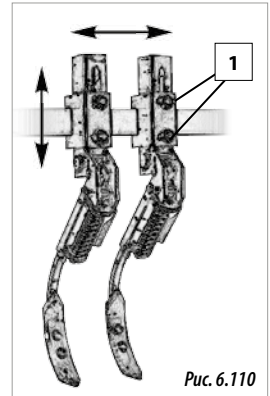

Рис. 6.110
- 1- Ослабить крепежные гайки (1, рис. 6.110).
- 3- Зафиксировать положение с помощью гаек (1, рис. 6.110).
ОТРЕГУЛИРОВАТЬ СЛЕДОРЫХЛИТЕЛИ ГОРИЗОНТАЛЬНО, ЧТОБЫ ОНИ СОВПАДАЛИ С КОЛЕСАМИ ТРАКТОРА, И ВЕРТИКАЛЬНО, ЧТОБЫ ИХ РАБОЧАЯ ГЛУБИНА ПОГРУЖЕНИЯ В ПОЧВУ БЫЛА ДОСТАТОЧНОЙ ДЛЯ УДАЛЕНИЯ СЛЕДОВ ОТ ТРАКТОРНЫХ КОЛЕС (РИС. 6.110).